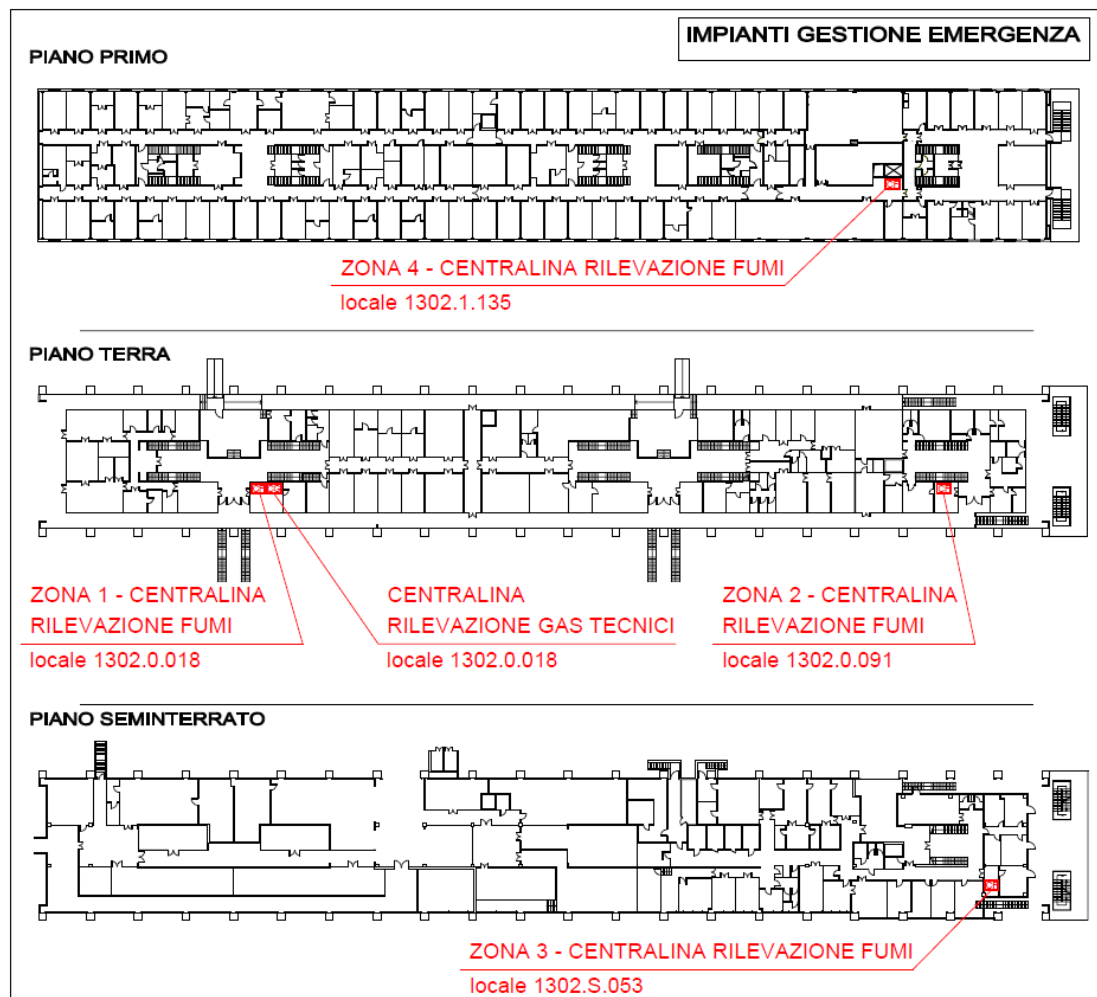
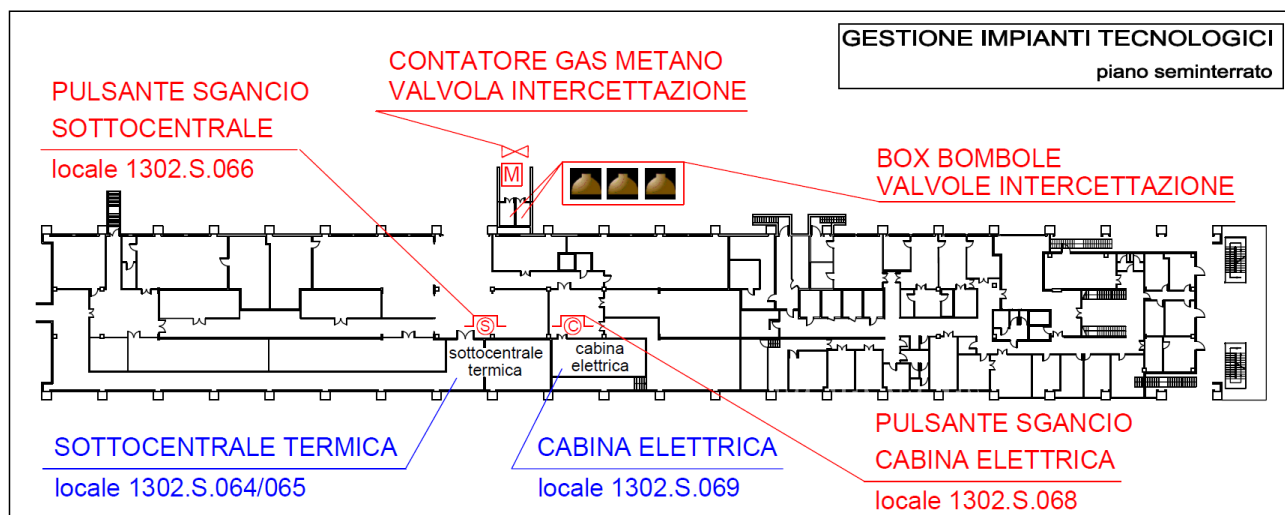

Figura 1. Ubicazione impianti gestione emergenza.
Figura 2. Ubicazione impianti tecnologici.
La struttura è dotata di un sistema di allarme automatico per la rilevazione e segnalazione di incendi. Il sistema è costituito da n. 4 impianti indipendenti, con relative centrali di comando (vedi p.to 3.4 – Figura 1), rilevatori di fumo, pulsanti manuali, badenie (campane) e targhe ottico/acustiche (esclusivamente nella Zona 4).
La centrale di comando è posizionata nel locale 1302.0.018 al piano terra (vedi p.to 3.4 – Figura 1)
La centrale di comando è posizionata nel locale 1302.0.091 al piano terra (vedi p.to 3.4 – Figura 1)
La centrale di comando è posizionata nel locale 1302.S.053 al piano seminterrato (vedi p.to 3.4 – Figura 1).
La centrale di comando è posizionata nel corridoio 1302.1.135 al piano primo (vedi p.to 3.4 – Figura 1).
Nell'edificio è inoltre presente un impianto di rivelazione gas metano e gas ossigeno costituito da una centrale di comando posta nel locale 1302.0.018 (vedi p.to 3.4 – Figura 1), da rilevatori automatici di gas metano e ossigeno collocati nei laboratori del piano terra e 1° e da due targhe ottico/acustiche collocate nell'atrio SIPE 1302.0.013 e nel corridoio al piano primo SIPE 1302.1.018.
La cabina elettrica del Plesso si trova al piano seminterrato nel locale 1302.S.069. In caso di emergenza e necessità occorre agire sul pulsante di sgancio generale della corrente elettrica posizionato all'esterno del locale (vedi p.to 3.5 – Figura 2).
La sottocentrale termica è posizionata al piano seminterrato nei locali 1302.S.064/065. In caso di emergenza e necessità occorre agire sul pulsante di sgancio posizionato all'esterno del locale (vedi p.to 3.5 – Figura 2). Nel locale della sottocentrale è presente anche la valvola intercettazione acqua.
Il contatore del gas metano a servizio del Plesso di Biologia è posizionato in un box metallico esterno all'edificio, situato in prossimità dei box bombole sul lato ovest. In caso di emergenza e necessità occorre agire sulla valvola di intercettazione presente all'interno del box del contatore (vedi p.to 3.5 – Figura 2).
All'interno dei laboratori sono utilizzati gas tecnici per le attività di ricerca e di esercitazione. Le bombole di erogazione dei gas sono posizionate in un box esterno situato sul lato ovest dell'edificio. In caso di emergenza e necessità occorre agire sulle valvole di intercettazione presenti nei box esterni (vedi p.to 3.5 – Figura 2). Lungo i corridoi ai vari piani sono presenti le valvole di intercettazione dei gas suddivisi per zone o per singolo laboratorio (vedi ALLEGATO 2).
- I Coordinatori per l'Emergenza e tutti gli Addetti alla Lotta Antincendio che non si trovano nelle immediate adiacenze del locale in allarme, si recano presso la centrale di comando dell'impianto attivo (vedi p.to 3.4 – Figura 1) per individuare la zona in allarme.
- Confermano l'ordine di evacuazione dell'edificio (**suono continuo o alternato delle badanie, delle targhe ottico/acustiche e allarme a voce**) premendo un pulsante "allarme antincendio" (vedi ALLEGATO 2) per ogni zona dell'edificio (vedi p.to 3.4 – Figura 1), nel caso in cui non sia ancora stato premuto e divulgando un messaggio a voce nelle zone scoperte dall'allarme;
- Effettuano la chiamata ai **Vigili del Fuoco (115)** e, se necessario, la chiamata **all'autoambulanza (118)**;
- Se necessario si attivano per disattivare gli impianti tecnologici e di servizio, e mettono in sicurezza il Plesso (es. staccano corrente, chiudono le valvole ed elettrovalvole dei gas tecnici, ecc. – vedi p.to 3.5 – Figura 2);